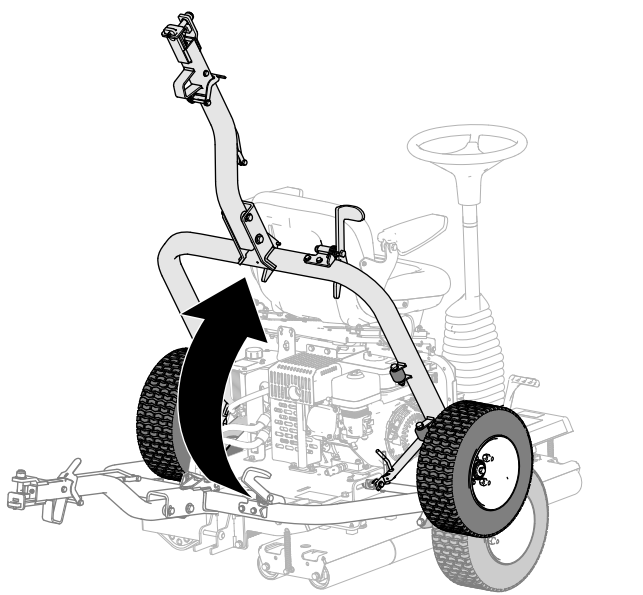

Figura 23
5. Levante o engate (Figura 23) até a alavanca de trinco ficar bloqueada no bloqueio de deslize (Figura 18).